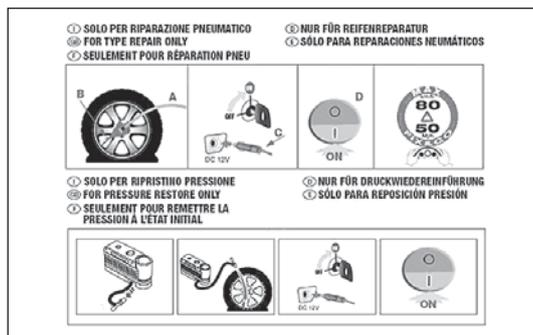

fig. 128
- pieghevole informativo (vedere fig. 128), utilizzato per un pronto uso corretto del kit di riparazione rapida e successivamente consegnato al personale che dovrà maneggiare il pneumatico trattato;